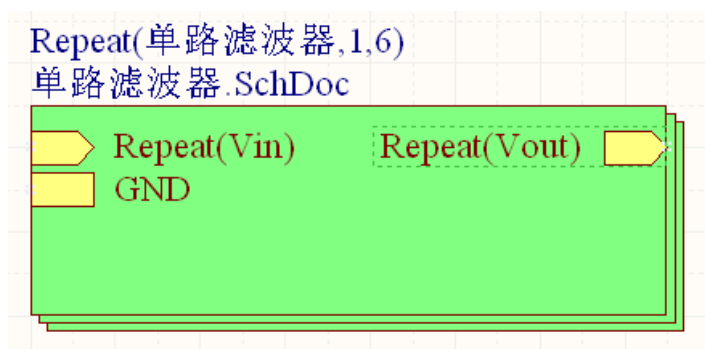

图11-44 修改后的子图符号
- (9) 双击方块图符号中的端口“Vin”，打开“Sheet Entry”对话框，在“Name”编辑框内输入“Repeat (Vin)”，然后单击“OK”按钮。将端口的名称改为“Repeat (Vin)”。
- (10) 双击方块图符号中的端口“Vout”，打开“Sheet Entry”对话框，在“Name”编辑框内输入“Repeat (Vout)”，然后单击“OK”按钮。将端口的名称改为“Repeat (Vout)”，修改完成后的子图符号如图11-44所示。